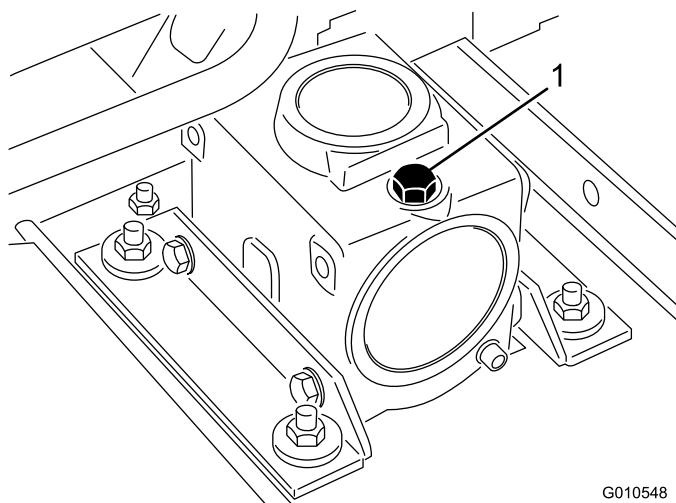

Figura 7
2. Rimuovete l'asta di livello/tappo di riempimento dalla parte superiore della scatola ingranaggi (Figura 7) e assicuratevi che il lubrificante sia compreso tra i segni sull'asta di livello. Se il lubrificante è insufficiente, rabboccatelo fino a raggiungere il livello compreso tra i segni.